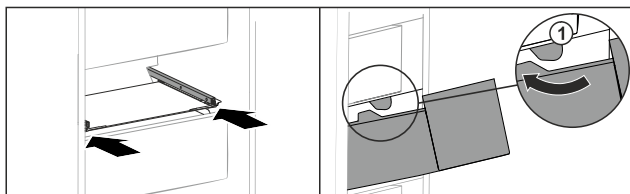

Fig. 156
- ▶ Ved'te zásuvku podél zářezek Fig. 156 (1).